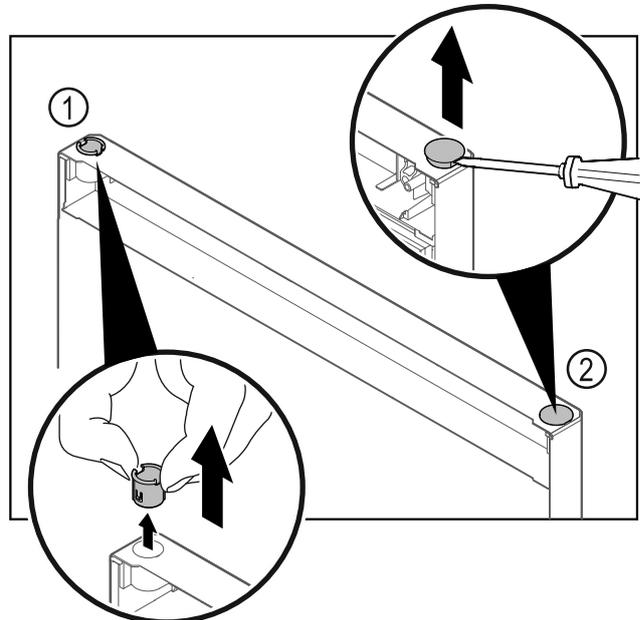

Fig. 27
- ▶ Изтеглете с пръсти втулката на пантата Fig. 27 (1).
- ▶ С плоска отвертка внимателно повдигнете покриващата тапа Fig. 27 (2) и я извадете.